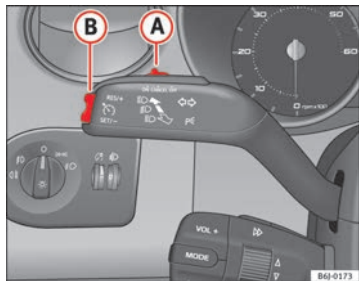

Fig. 126 Alavanca das luzes indicadoras de mudança de direcção e dos máximos: comando e botão basculante para o regulador de velocidade
- Quando tiver alcançado a velocidade que quer programar, pressione brevemente a parte inferior do botão basculante **SET** ⇒ Fig. 126 (B) uma vez.
- Pressione a parte superior do botão basculante **RES** ⇒ Fig. 126 (A) para aumentar a velocidade. Enquanto o botão basculante
- Premir a parte inferior do botão basculante **SET** ⇒ Fig. 126 (B), para diminuir a velocidade. Enquanto o botão basculante estiver a ser pressionado, o veículo perde velocidade através de desaceleração automática. Soltando o botão basculante, fica memorizada a nova velocidade.
Se se reduzir a velocidade com o pedal do travão, desliga-se o regulador de velocidade. Pressionando uma vez a parte superior do interruptor basculante **RES+** ⇒ Fig. 126 (A), pode retomar-se a regulação. ■